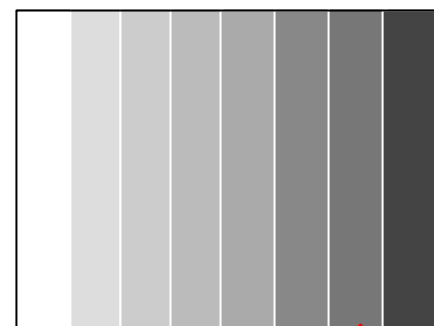

Fig.2-2
2. 右から2番目のスケールが、わずかに光り始める程度に調整する。(Fig.2-2)